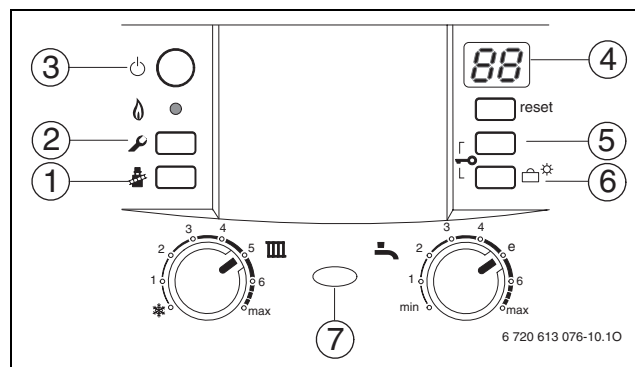

Fig. 34 Privire de ansamblu asupra elementelor de deservire
- ▶ Apăsați de câte ori este nevoie tasta (5) sau tasta (6) (→ fig. 34) până când apare funcția de service dorită.
- ▶ Apăsați în același timp tasta (5) și tasta (6) (→ fig. 34) timp de 3 secunde și țineți apăsat (display-ul arată) până când display-ul arată din nou cifră.literă, de ex. 8.A .
- ▶ Apăsați de câte ori este nevoie tasta (5) sau tasta (6) (→ fig. 34) până când apare valoarea dorită a funcției de service.
- ▶ Apăsați în același timp tasta (5) și tasta (6) (→ fig. 34, pagina 27) timp de 3 secunde și țineți-le așa (display-ul arată) până când display-ul arată o funcție de service al primului nivel de ex. 1.A.
- ▶ Se desface șurubul de etanșare la ștuțul de măsurare pentru presiunea duzei (3) (→ pagina 32) și se conectează manometrul cu tub U.
- ▶ Apăsați de câte ori este nevoie tasta (5) sau tasta (6) (→ fig. 34, pagina 27) până când este atinsă presiunea dorită a ajutorului.